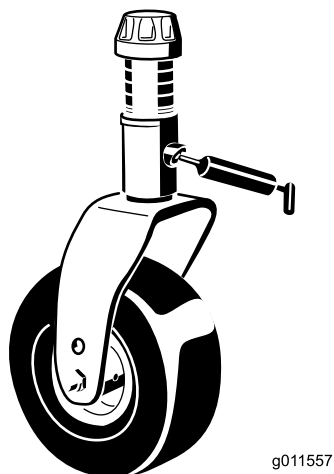

Figura 20
- Casquilhos do eixo da forquilha da roda giratória (2)(Figura 20)